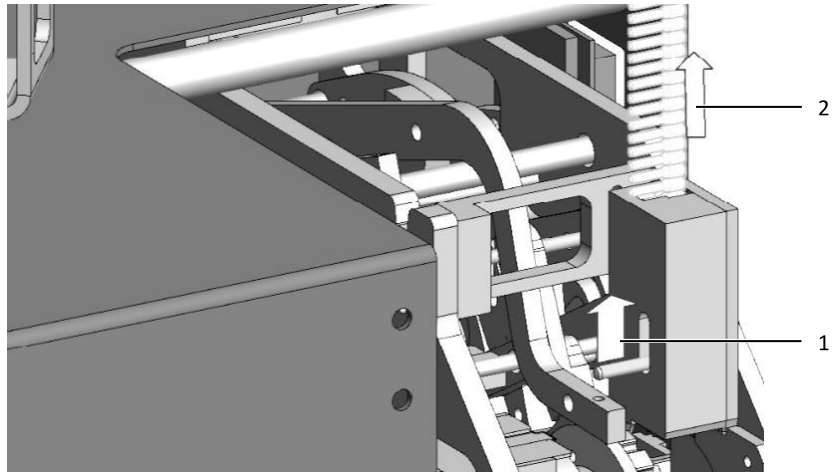

Abb. 10: Gurtrolle wechseln
- Den Transportstift ganz nach oben drücken (vgl. Abb. 10, Pos. 1) und den Aderendhülsengurt (vgl. Abb. 10, Pos. 2) aus dem Magazin entnehmen.